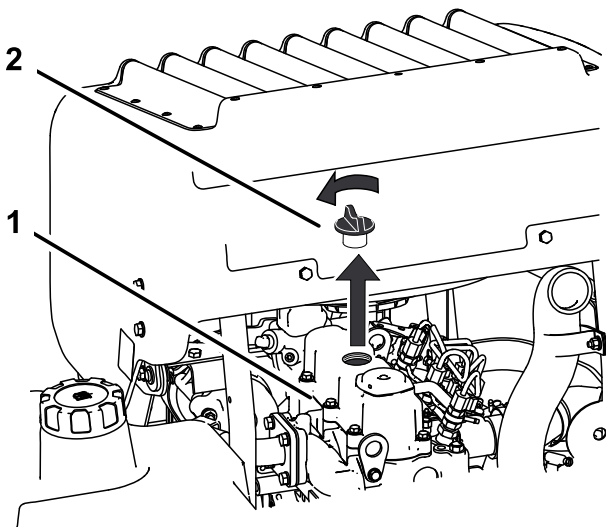

Bild 67
6. Nehmen Sie den Deckel des Einfüllstutzens oben am Motor ab (Bild 67).
2. Entfernen Sie den Ölfüllstutzendeckel und den Peilstab (Bild 67).